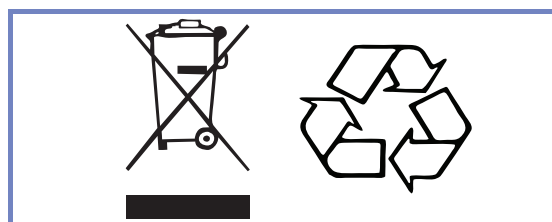

Figure 1
- En ce qui concerne le recyclage et l'élimination des batteries, il faut observer les règlements conformément à la directive DEEE (Déchets d'équipements électroniques et électriques), ainsi que les règlements municipaux. Sinon, il y a des risques d'explosion, de fuite et donc de blessures. Si les batteries sont retournées, il faut isoler les bornes avec du ruban adhésif. Sinon, l'électricité résiduelle contenue dans les batteries usées risque de causer un incendie ou une explosion. La figure 1 ci-dessous illustre les symboles correspondant à la mise au rebut et au recyclage.